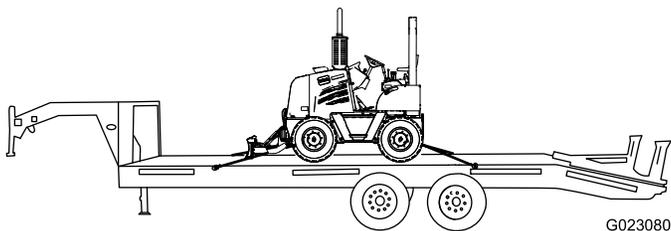

Figura 29
9. Sujete la parte delantera de la máquina al remolque usando cadenas y un tensor (Figura 29).
10. Sujete la parte trasera de la máquina al remolque usando cadenas y un tensor (Figura 29).